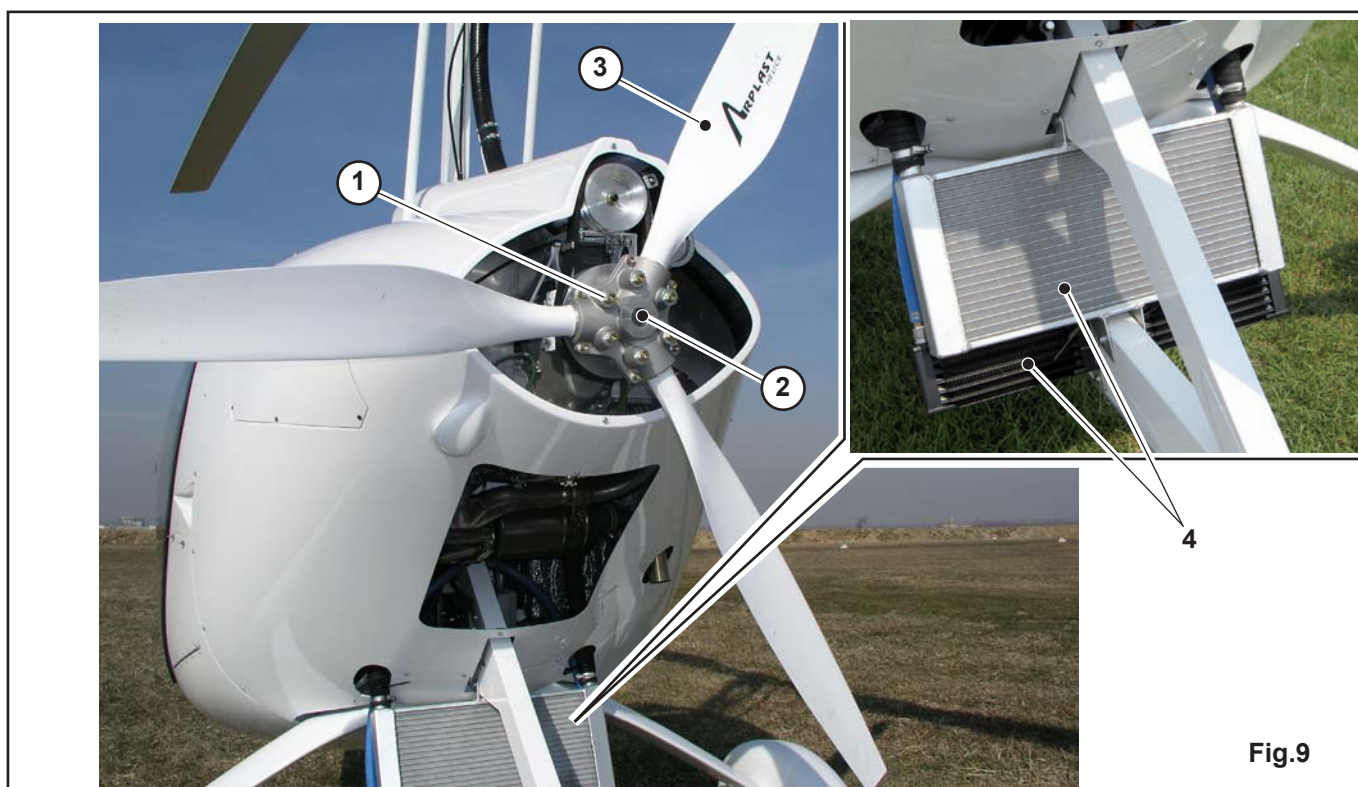

Fig.9
18. RADIATORS (Fig. 9)
19. PROPELLER (Fig. 9)